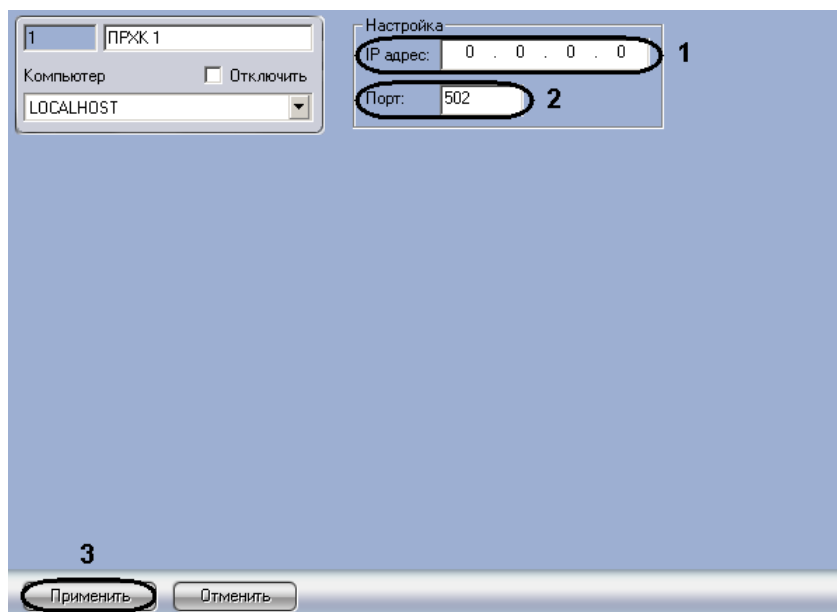

Рис. 2.2-2 Панель настроек объекта ПРХК
1. Перейти на панель настроек объекта ПРХК (Рис. 2.2-2).
2. В поле **IP адрес:** необходимо ввести IP-адрес прибора ПРХК (см. Рис. 2.2-2, 1).
3. В поле **Порт:** необходимо ввести номер порта прибора ПРХК (см. Рис. 2.2-2, 2).
4. Нажать кнопку **Применить** для сохранения изменений (см. Рис. 2.2-2, 3).